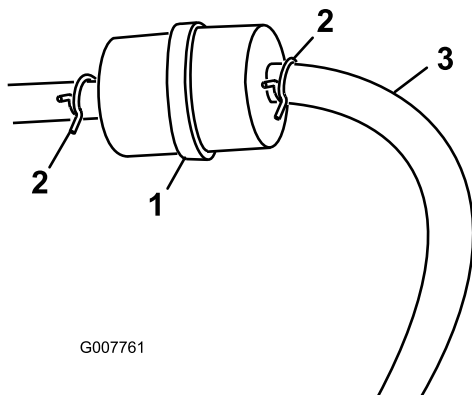

Bild 29
- Drücken Sie die Enden der Schlauchklemmen zusammen und schieben Sie sie vom Filter weg (Bild 29).
- Setzen Sie einen neuen Filter ein und schieben Sie die Schlauchklemmen an den Filter heran (Bild 29).
- Lockern Sie die Schlauchklemme am Kraftstofffilter und schieben Sie sie an der Kraftstoffleitung vom Kraftstofffilter (Bild 29).
- Schließen Sie die Kraftstoffleitung vom Kraftstofffilter ab (Bild 29).
Hinweis: Lassen Sie das Benzin in einen Benzinkanister oder eine Auffangwanne ablaufen (Bild 29).
- Bringen Sie die Kraftstoffleitung am -filter an. Schieben Sie die Schlauchklemme ganz an den Kraftstofffilter heran, um die Kraftstoffleitung zu befestigen (Bild 29).